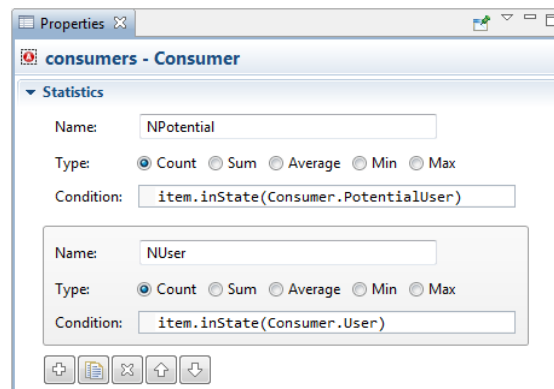

Рисунок 4.3 – Потенційний користувач
5. Визначте другу статистичну функцію для обчислення кількості користувачів продукту. Назвіть його *NUser* і дозвольте йому підрахувати кількість агентів, що відповідають умові *item.inState(Consumer.User)*. Ви можете скопіювати іншу статистичну функцію, натиснувши кнопку дублювати та змінивши її назву й умову. Далі додамо діаграму, щоб показати статистику, яку збирають ці функції, і відобразити динаміку процесу впровадження (рис. 4.3).